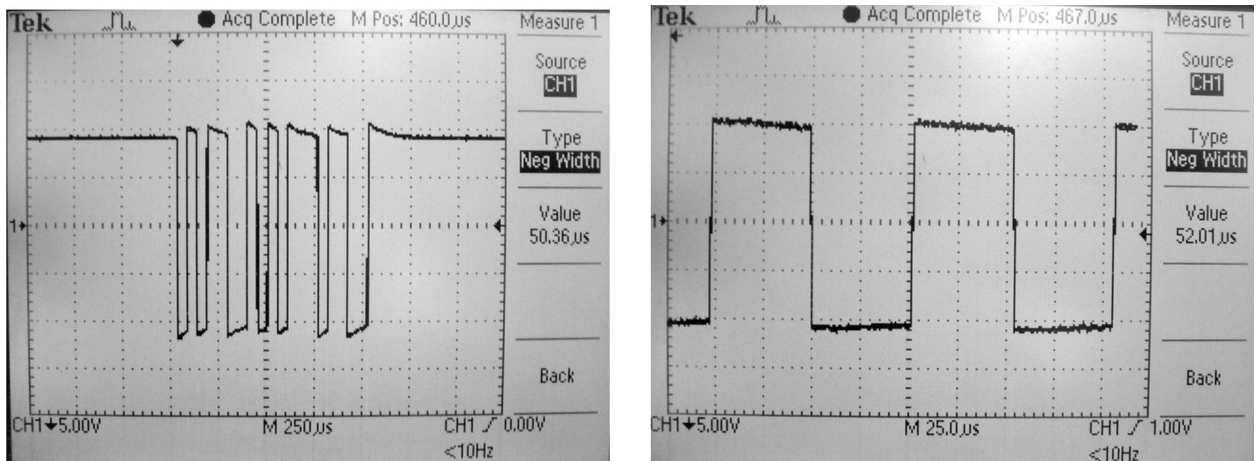

Рисунок 22
- 5) Подключить общий вход осциллографа к контакту 2 разъема XS2, сигнальный вход осциллографа к контакту 1 разъема XS1. При помощи осциллографа наблюдать форму контрольного сигнала в интерфейсе RS-232. Запомнить на экране осциллографа форму сигнала (рисунок 22).